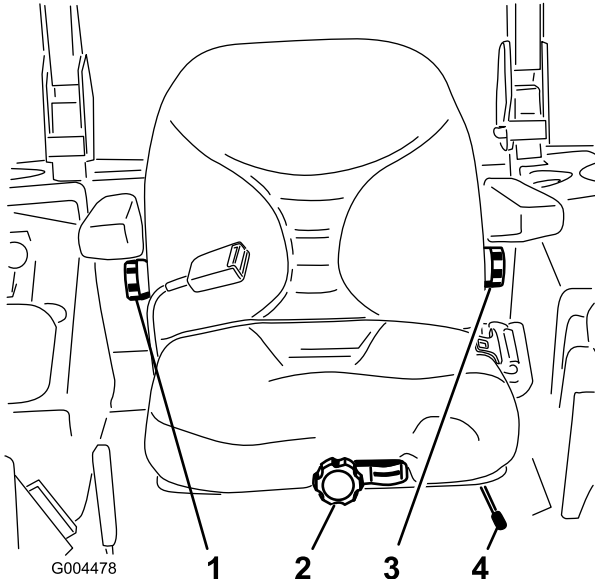

Figura 31
1. Mueva la palanca lateralmente para desbloquear el asiento (Figura 31).
Sin sentarse en el asiento, gire el pomo situado en la parte delantera en cualquier sentido hasta encontrar la posición más cómoda (Figura 31).
Para ajustarlo, gire el pomo situado debajo del reposabrazos derecho en cualquier sentido hasta encontrar la posición más cómoda (Figura 31).
Para ajustarlo, gire el pomo situado debajo del reposabrazos izquierdo en cualquier sentido hasta encontrar la posición más cómoda (Figura 31).